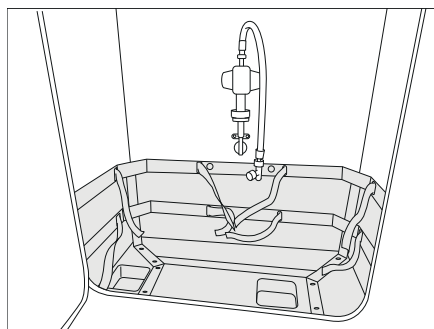
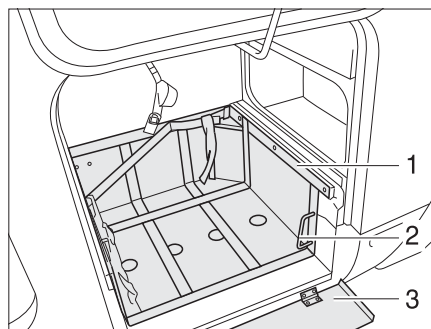

Fig. 204 Compartiment à gaz
Fig. 205 Compartiment à gaz, avec coulisseau extractible
- Si une tôle de protection (Fig. 205,3) est présente, la rabattre vers le bas.
- Déverrouiller le coulisseau (Fig. 205,1) au moyen de la poignée (Fig. 205,2).
- Retirer à fond le coulisseau (Fig. 205,3).
- Faire revenir la poignée (Fig. 205,2) dans sa position initiale.
- Déverrouiller le coulisseau (Fig. 205,3) au moyen de la poignée (Fig. 205,2).
- Enfoncer à fond le coulisseau (Fig. 205,3) et faire revenir la poignée (Fig. 204,2) dans sa position initiale.
- Si une tôle de protection (Fig. 205,1) est présente, la rabattre vers le haut.